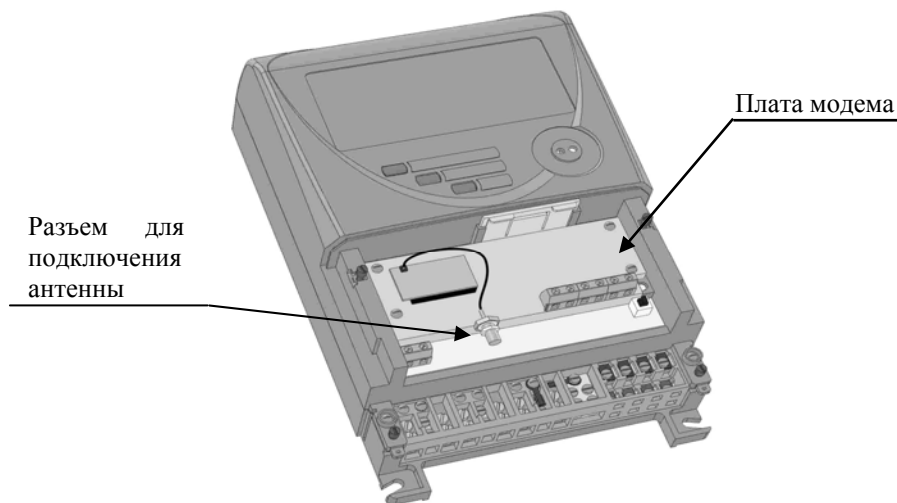

Рисунок 2
- при установке модема ISM M-4.03.0.112, подразумевающего использование внешней антенны, подключите антенну к разъему кабельной сборки модема (рисунок 2);